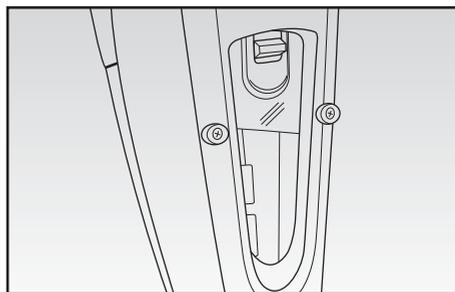

Fig. 11
- Dalla parte posteriore dell'apparecchio, verificare se il contenitore della polvere (F) è pieno fino al livello MAX (Fig. 11).